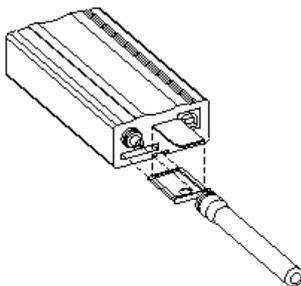

図 2-23 SIM カードとアンテナを取り付ける
2. SIM カードと GSM MODEM アンテナを取り付ける(図 2-23)。